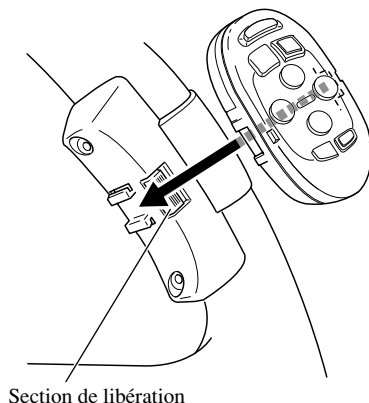

Fig. 11
4. Installer l'unité de télécommande dans le support. (Fig. 11)